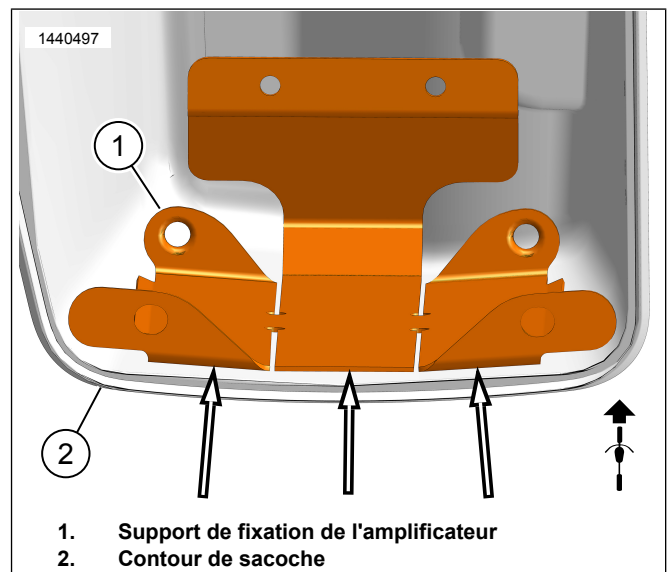

Figure 6. Contour de sacoche
- b. Voir la figure 6. Utiliser les fentes du support de montage (1) pour pouvoir cintrer en adaptant au contour de la sacoche (2) sans basculement. Cela permettra d'assurer un meilleur contact et une meilleure adhérence avec le ruban. Ne pas enlever le film de protection pour le moment.